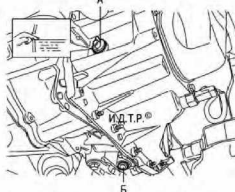

Рис. 6.9. Расположение контрольного (наливного) и сливного отверстий на картере 5-ступенчатой МКП: А – контрольное (наливное) отверстие; Б – сливное отверстие
1. Выверните пробку **A** (рис. 6.9) контрольного (наливного) отверстия, расположенную на картеле коробки передач спереди по направлению движения.